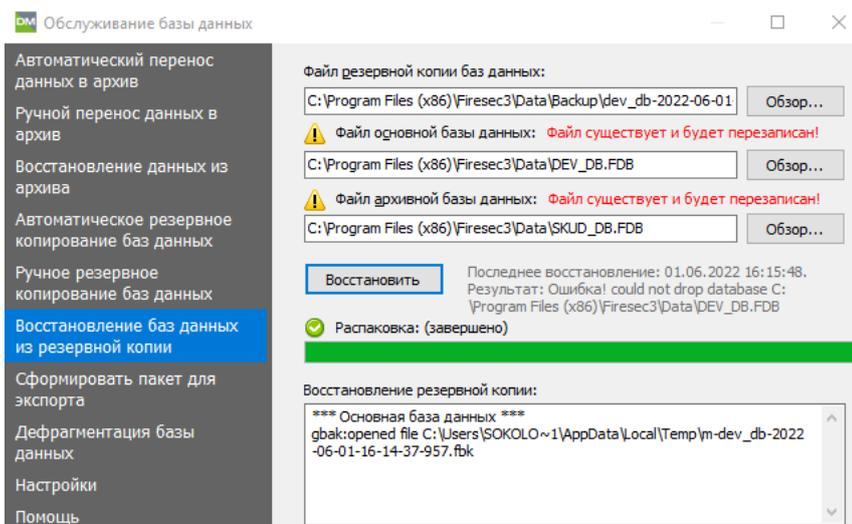

Рисунок 27.11 – Вкладка Восстановление БД из резервной копии
- 1) Перейти на вкладку **Восстановление БД из резервной копии** (рисунок 27.11).